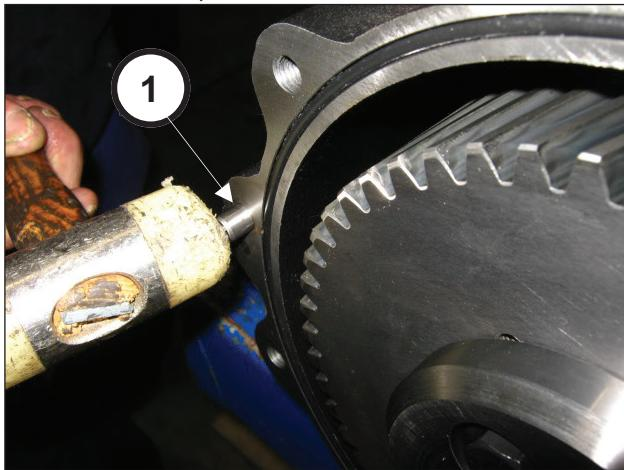
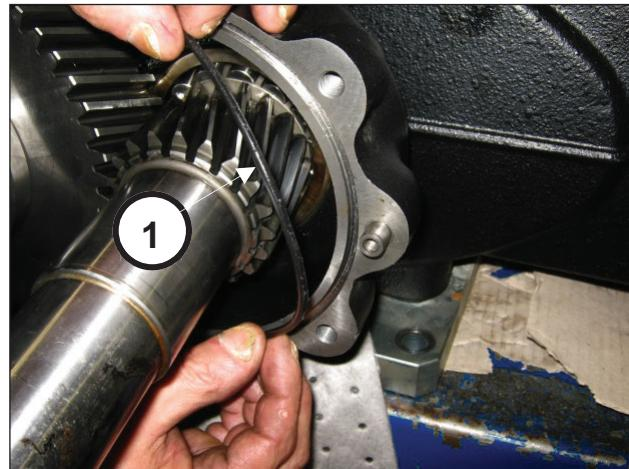

Рис. 83
Рис. 84
Установите 2 штифта Ø10x24 на коробку редуктора (поз. ①, Рис. 83) и вставьте уплотнительное кольцо (поз. ①, Рис. 84).